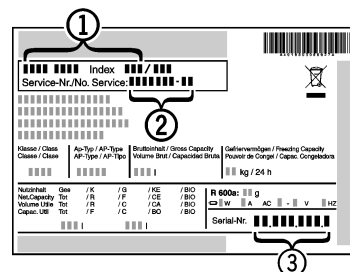

Fig. 18
- ▶ Apparaataanduiding *Fig. 18 (1)*, service-nr. *Fig. 18 (2)* en serie-nr. *Fig. 18 (3)* van het typeplaatje aflezen. Het typeplaatje bevindt zich aan de linkerkant binnen in het apparaat.
- ▶ Contact opnemen met de Technische Dienst en het probleem, apparaataanduiding *Fig. 18 (1)*, service-nr. *Fig. 18 (2)* en serie-nr. *Fig. 18 (3)* mededelen.